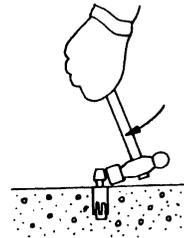

Fig. 9
- (5) Al utilizar un martillo de mano o pinzas, retire la parte barrenada del ancla. (Fig. 9)